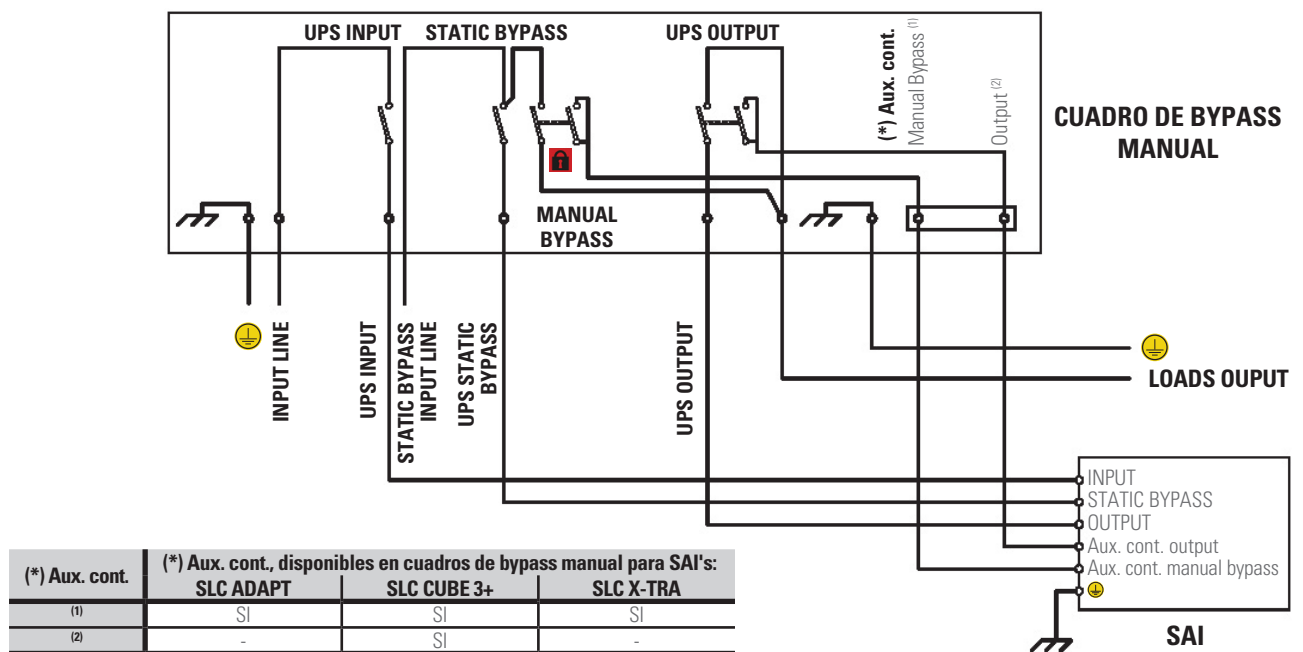

Fig. 4. Cuadro de bypass manual genérico para un SAI con línea de bypass independiente.
- Cuadro de bypass manual genérico para un SAI con línea de bypass independiente (Fig. 4).